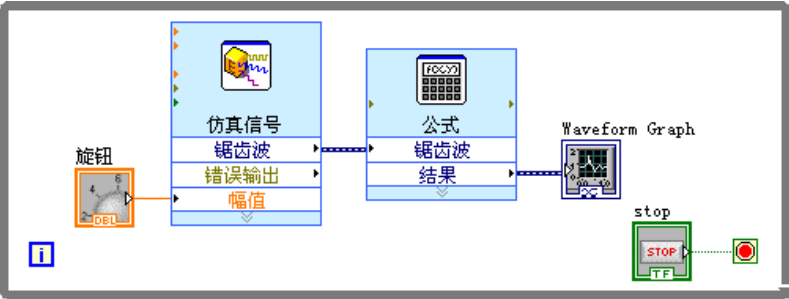

图 1-8 采集信号 VI 的程序框图
13. 用连线工具连接“公式”Express VI 的**结果**输出端和**波形图**接线端。查看该 Express VI 与接线端之间的连线。Express VI 和接线端上的箭头表示数据沿着连线流动的方向。程序框图如图 1-8 所示。